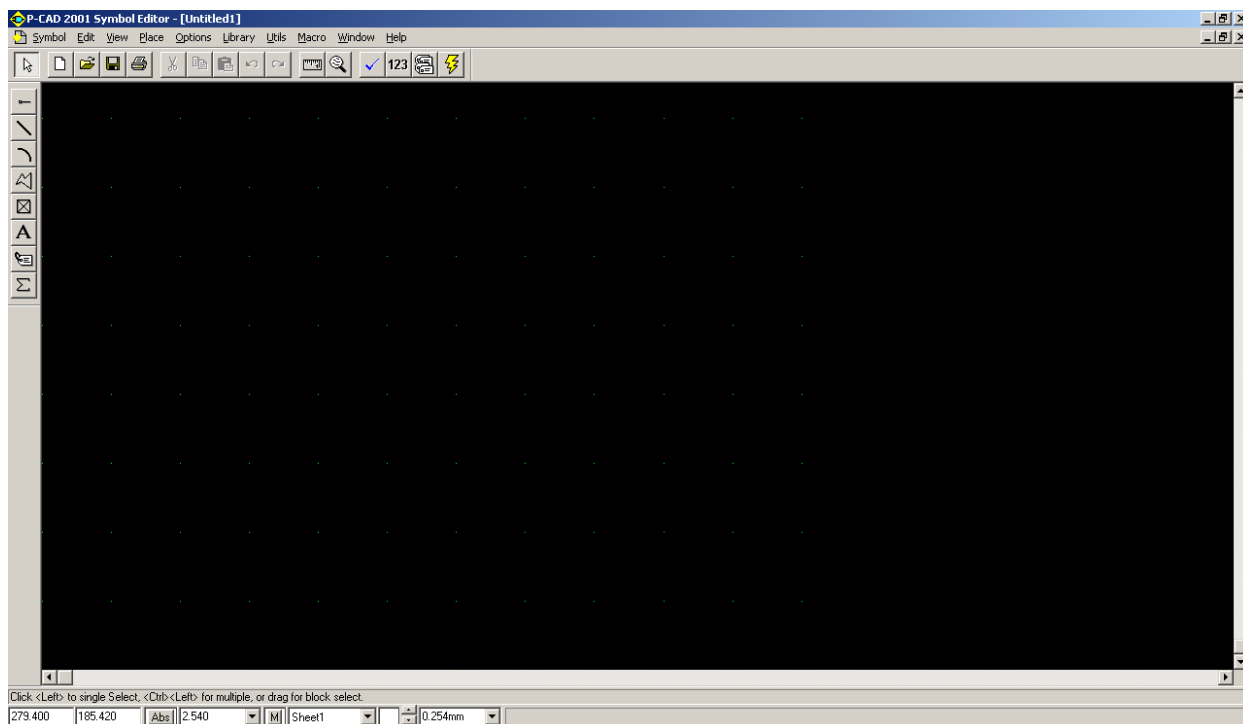

Рис. 1 Рабочее окно редактора **Symbol Editor**
- 1.3 Ознакомьтесь с рабочим окном программы, которое изображено на рис. 1. Как вы можете убедиться оболочка редактора **Symbol Editor** очень похожа на оболочку редактора **Schematic**.